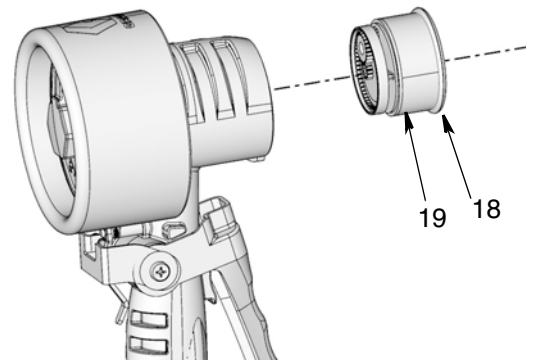

FIG. 12
5. Rimuovere la tenuta (18) e il gruppo del pistone (19). Se il gruppo del pistone non si stacca, battere leggermente l'alloggiamento contro una superficie piana per allentarlo (FIG. 12).